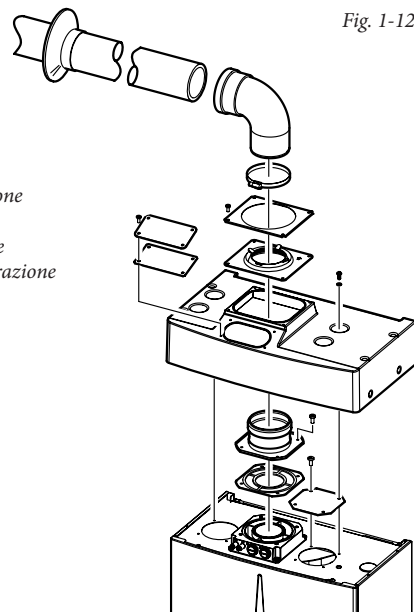

Fig. 1-12
- **Montaggio kit copertura (Fig. 1-12).** Smontare dai fori laterali rispetto a quello centrale i due tappi e le guarnizioni presenti, quindi coprire il foro di aspirazione destro con l'apposita piastra fissandolo sul lato sinistro con 2 delle viti precedentemente smontate. Installare la flangia Ø 80 di scarico sul foro più interno della caldaia interponendo la guarnizione presente nel kit e serrare con le viti in dotazione. Installare la copertura superiore fissandola con le 4 viti presenti nel kit interponendo le relative guarnizioni. Innestare la curva 90° Ø 80 con lato maschio (liscio), nel lato femmina (con guarnizioni a labbro) della flangia Ø 80 sino a portarla in battuta, infilare la guarnizione facendola scorrere lungo la curva, fissarla tramite la piastra in lamiera e stringere mediante la fascetta presente nel kit facendo attenzione di fermare le 4 linguette della guarnizione.